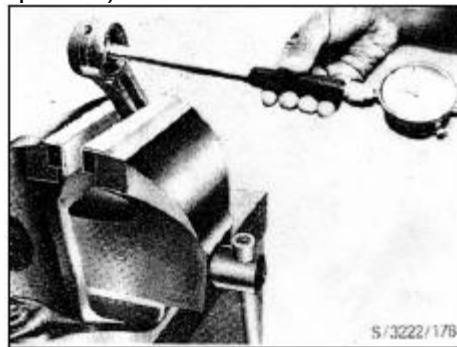

РИС. 31
- 2) Проверьте износ посадочного отверстия верхней головки шатуна нутромером и запишите показания на контрольном листе -3 (см. рис.31).